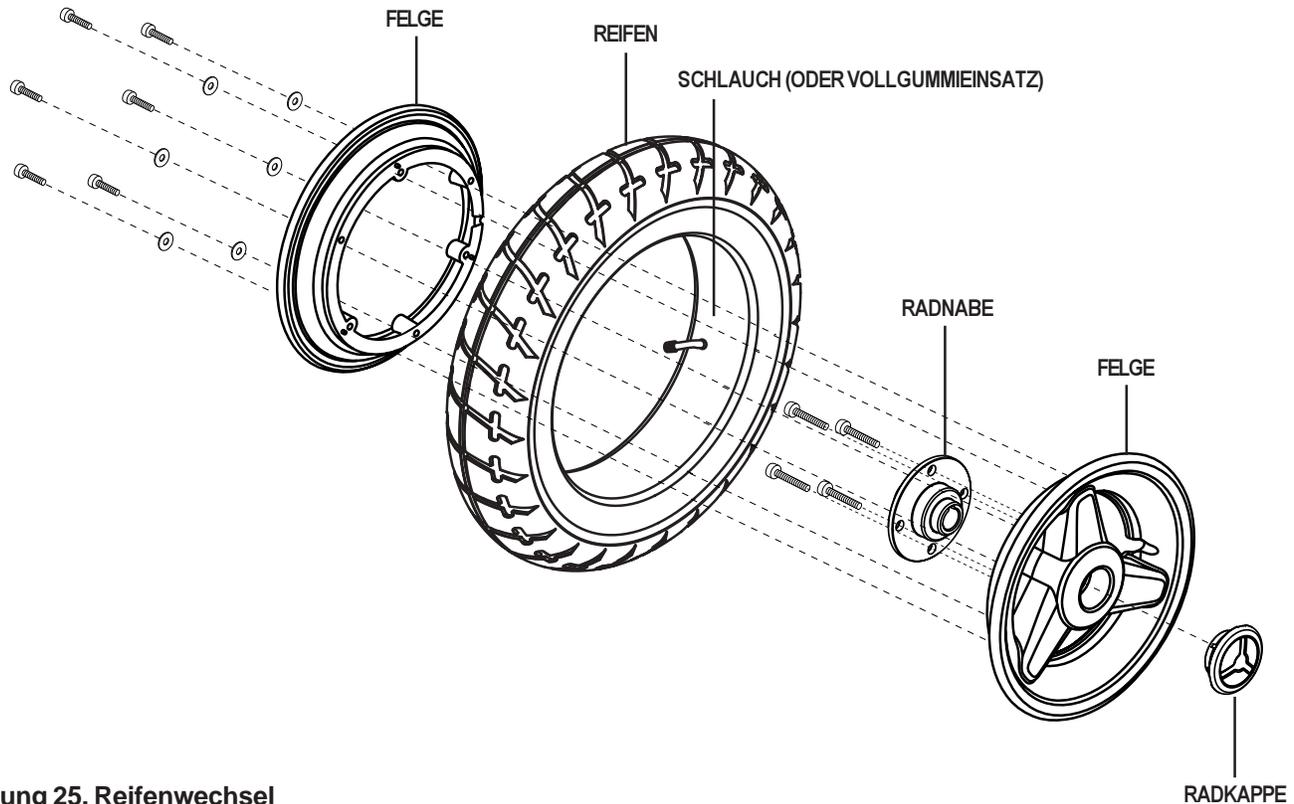

Abbildung 25. Reifenwechsel
4. Entfernen Sie die Radkappe. Siehe Abbildung 25.